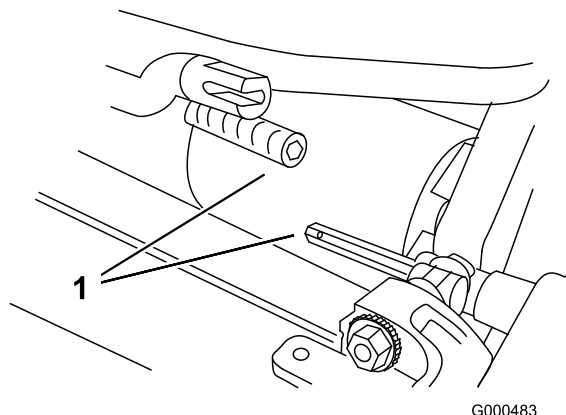

Figura 48
6. Tirate in avanti l'apparato di taglio di 51 mm, poi tiratelo verso destra per disinnestare il giunto di trasmissione (Figura 48).